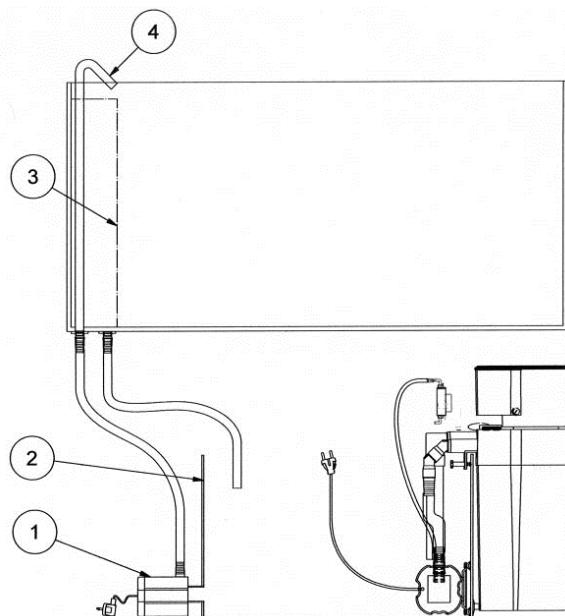

Abb. 4: Turboflotor Blue 3000, Aufstellung neben dem Filterbecken
2. Zum Einsatz im Unterschrankfilter (Abb. 4) - neben dem Filterbecken im Unterschrank - im Filterbecken.
Aufstellung neben oder im Filterbecken (Abb. 4):
Die Aufstellung außerhalb des Filterbeckens erfolgt wie oben (am Aquarienrand) beschrieben. Er wird dann über den Rand des Filterbeckens gehängt. Sollte das Filterbecken zu niedrig sein, kann er einfach daneben gestellt werden. Wenn der Wasserstand im Filterbecken jedoch niedrig ist oder es dort nicht genug Platz gibt, wird der Ablaufwinkel (Abb. 1, Nr. 12) aufgesteckt und das Wasser bis zur Wasseroberfläche des Filterbeckens geleitet. Dies vermindert Wasserspritzer und vor allen Dingen Spritzgeräusche. Die Dispergatorpumpe wird im Filterbecken so angebracht, dass sie dicht unter der Wasseroberfläche hängt und der Druckschlauch zum Abschäumer möglichst kurz ist (Abb. 4). Um ein Trockenlaufen der Pumpe zu vermeiden empfiehlt es sich, den Wasserstand über einen automatischen Verdunstungsausgleich (z. B. aquaniveau oder Niveaumat) konstant zu halten.